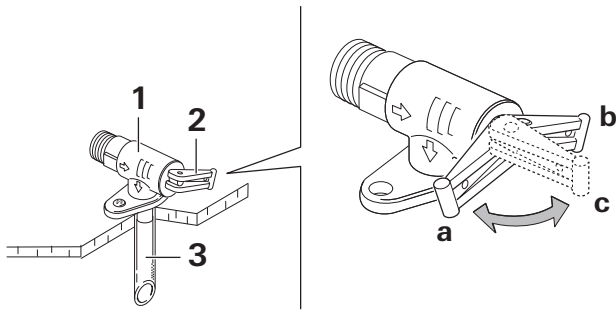

Fig. 7
- Avant d'actionner le levier (Fig. 7 – 2), assurez-vous que la conduite de refoulement est solidement immobilisée et correctement installée afin de prévenir les blessures et les dommages matériels.